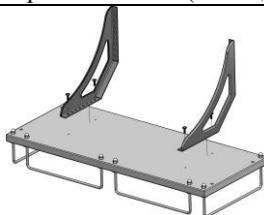

Рис. 3
- 5.1.3. К сборке по п. 5.1.2. снизу прикрутить кронштейны (поз. 2) с помощью саморезов с прессшайбами (поз. 1, пакет № 20), см. рис. 3